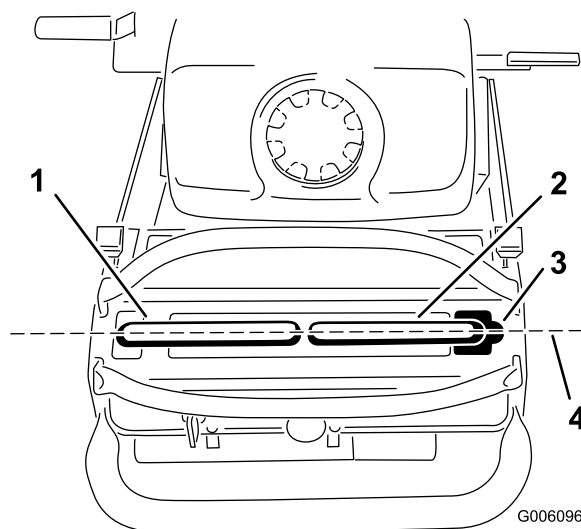

Figura 44
Importante: Compruebe el avance de la máquina después de ajustar las palancas de control de movimiento. Después de ajustar el avance, las palancas de control de movimiento pueden no quedar alineadas con precisión hacia adelante-atrás (Figura 44).
- Una vez ajustada la alineación horizontal, compruebe la alineación hacia adelante-atrás (Figura 44).